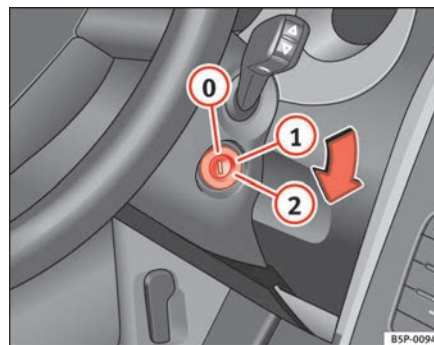

Abb. 100 Stellungen des Zündschlüssels
In dieser Stellung ⇒ Abb. 100 sind die Zündung und der Motor ausgeschaltet und die Lenkung kann gesperrt werden.
- Drehen Sie den Zündschlüssel in Stellung ⇒ Seite 138, Abb. 100 ①. Beim Vorglühen des Motors leuchtet die Kontrollleuchte  auf.
- Wenn die Kontrollleuchte nicht (mehr) leuchtet, drehen Sie den Zündschlüssel in Stellung ② zum Anlassen des Motors – geben Sie kein Gas.
- Drehen Sie den Zündschlüssel in Stellung ⇒ Seite 138, Abb. 100 .